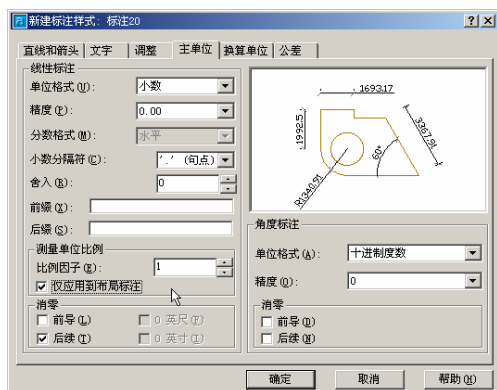

图 6-32
(7)选择【主单位】选项，该选项的设置如图 6-32 所示：